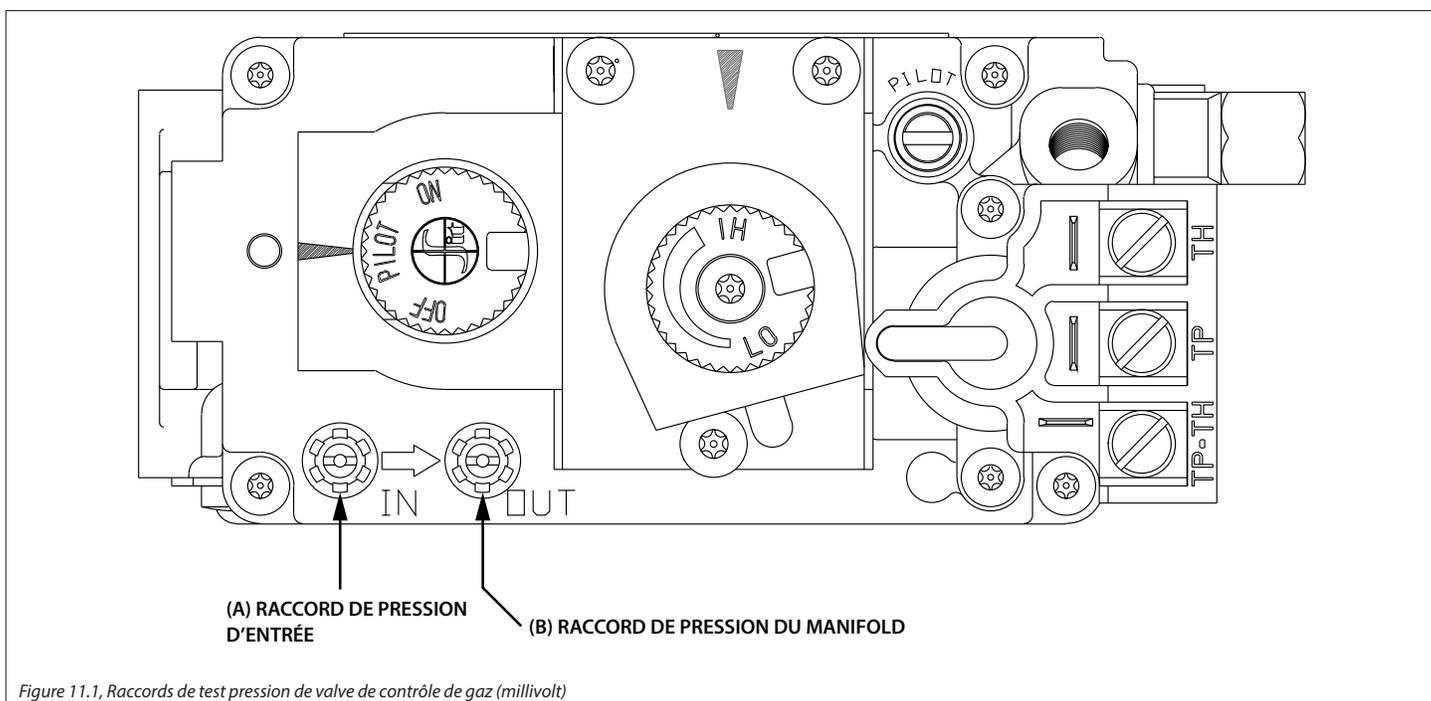

Figure 11.1, Raccords de test pression de valve de contrôle de gaz (millivolt)
1. Desserrer la vis du raccord de test de pression d'entrée («IN») en sens antihoraire. Voir (A) à la Figure 11.1.
2. Desserrer la vis du raccord de test de pression du manifold («OUT») en sens antihoraire. Voir (B) à la Figure 11.1.
7. Brancher le manomètre au raccord de test de pression du manifold (B) pour vérifier qu'il est complètement étanche. Le manomètre ne devrait indiquer aucune pression lorsque l'interrupteur à bascule est positionné à «ON».